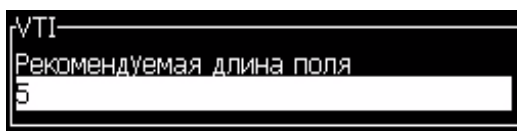

Рисунок 5-27: Диалоговое окно “Prompted Field Length” (длина изменяемого поля)
- 8 Нажмите кнопку “Enter” (ввод) для открытия окна “Prompted Field Length” (длина изменяемого поля) (смотрите Рисунок 5-27).